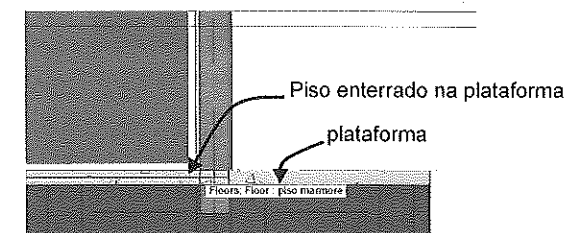
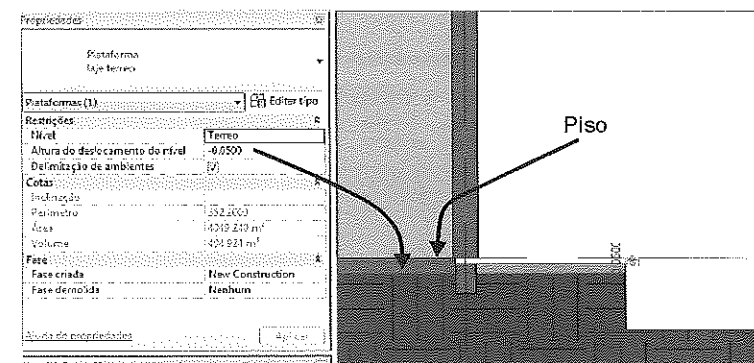

Figura A.54 – Visualização do piso e da plataforma de construção em vista.
Figura A.55 – Alteração da cota de base da plataforma de construção.
3. Ao criar o piso, sua espessura é projetada para baixo. Como já temos a plataforma de construção embaixo dele, o piso ficou enterrado nela, Figura A.54, e temos de mudar a cota de base da plataforma de construção para descer 5 cm. Na vista de elevação **Oeste** selecione a plataforma de construção e altere **Altura de deslocamento do nível** para -0.05, Figura A.55.